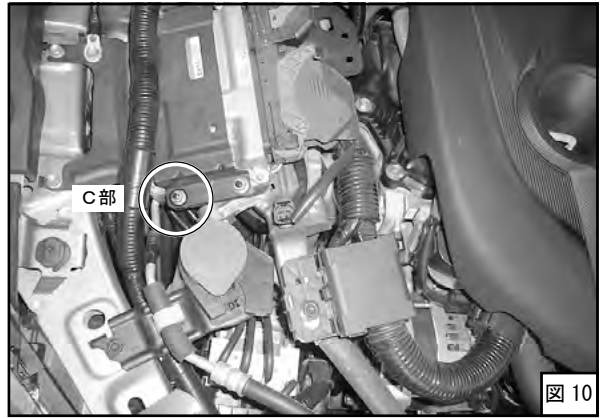
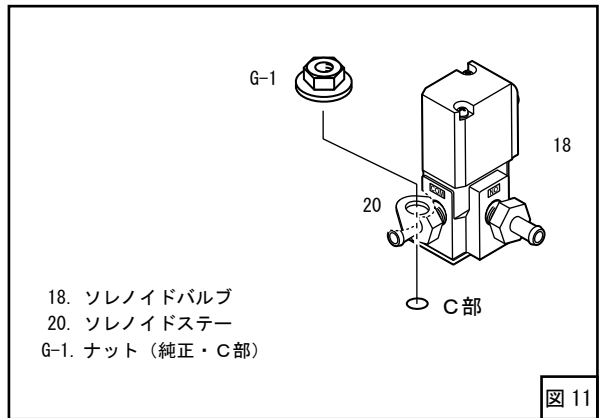

図 10
図 11
(4) C部のナットを使用してC部にソレノイドバルブを取付けてください。(図10、図11)